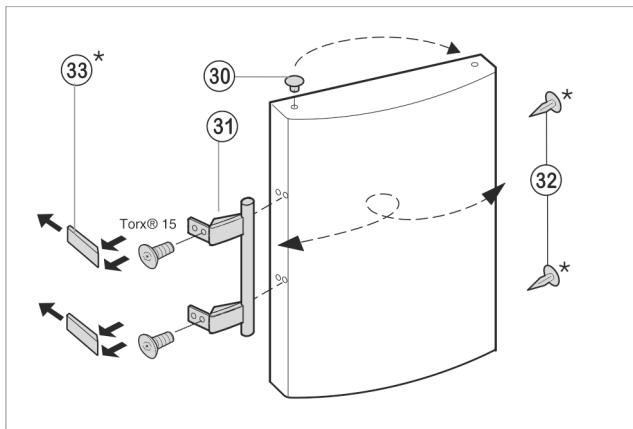

Fig. 8
- Витягніть пробки Fig. 8 (30) із втулок на дверцях і переставте їх.
- Зніміть ручку дверцят Fig. 8 (31), пробки Fig. 8 (32) та пластини Fig. 8 (33) і переставте на протилежний бік.